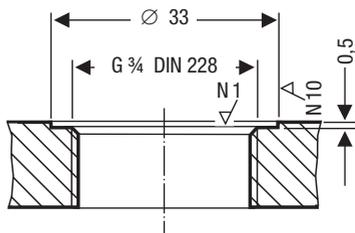

Fig. 6
1. Vérifier les surfaces d'étanchéité du raccord fileté du réservoir ou du couvercle. **Fig. 6**
- Les surfaces d'étanchéité du raccord fileté du réservoir ou du couvercle doivent être parfaitement usinées du point de vue technique selon la **Fig. 6** !